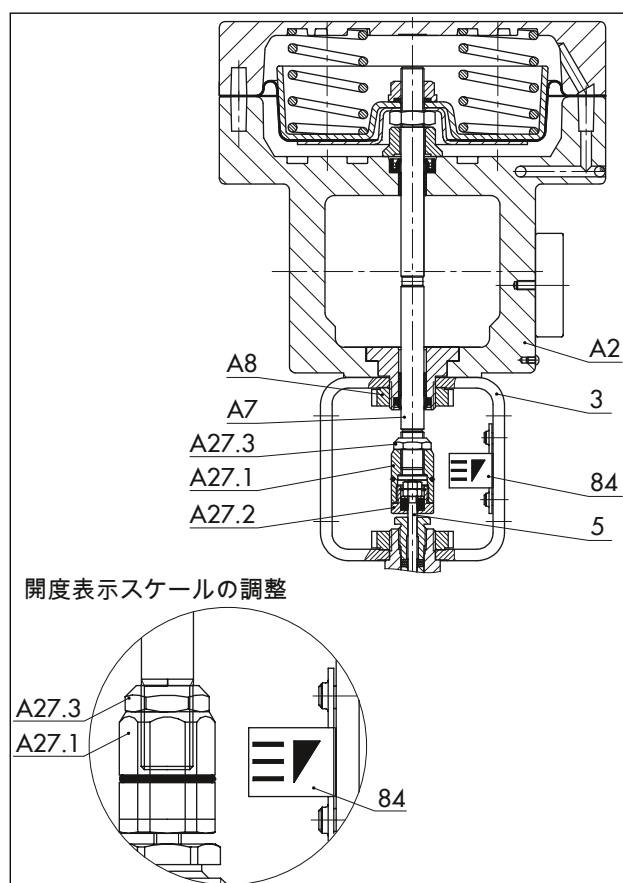

図 13: マイクロフロー弁 タイプ 3510 に取り付ける空気式アクチュエータ タイプ 3277
9. 開度表示スケール（84）を調整して、スケールの最小値が軸コネクタナットの O リングと同じレベルになるようにします。図 13 をご覧ください。